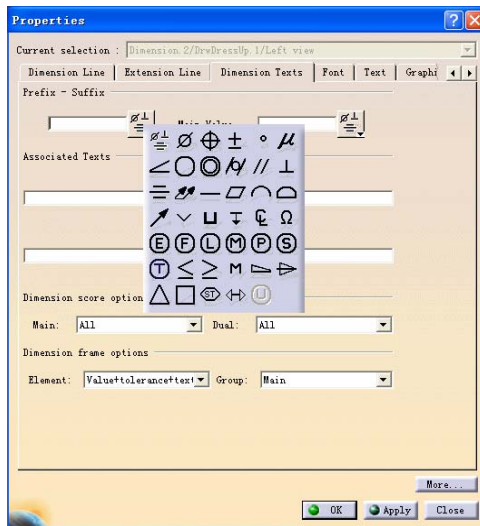

图 7-12
(2) Dimension Text, 上图中鼠标放到尺寸线后, 按右键选择 Properties, 选择 Prefix 栏右键时, 可以选择标注, Associated Texts 栏中输入文字, 在相应位置上(上下左右)显示(见图 7-12);